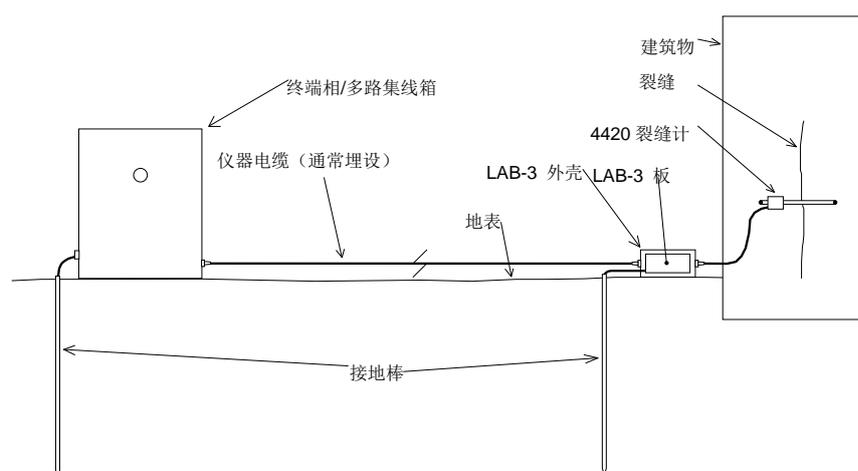

图7—雷电防护设计图
- 可从基康公司购得避雷板和相应外壳，并安装在仪器附近。外壳有可拆卸的盖，因此当避雷板(LAB-3)损伤时，用户可维修(或更换)此器件。外壳接地端子应与地面相连，便于瞬间电流从仪器导入大地。见图7。有关详细信息或想更换雷电防护设计请向厂方咨询。